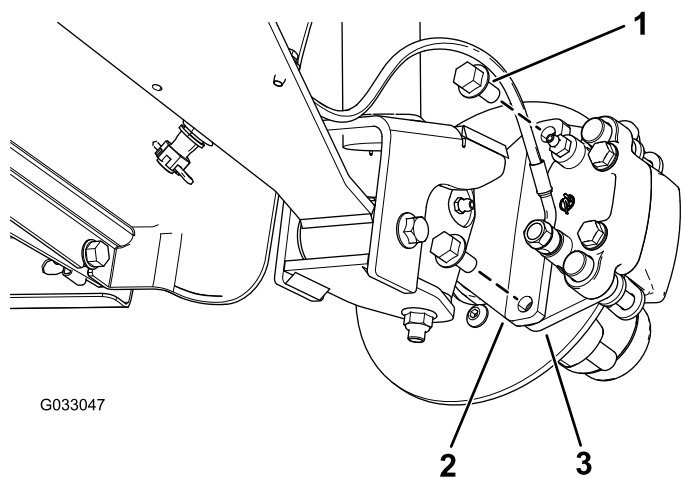
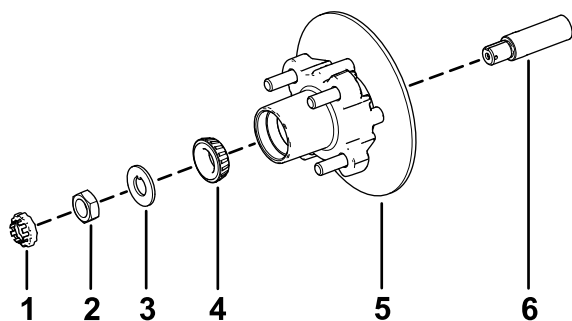

Figura 32
Figura 36
3. Retire os parafusos de cabeça flangeada ($\frac{3}{8} \times \frac{3}{4}$ pol.) que prendem o suporte para o conjunto dos travões ao eixo e afaste o travão do eixo (Figura 32).
1. Aplique uma leve camada do lubrificante especificado no eixo (Figura 36).
2. Monte o cubo e o rotor no eixo com o rotor interior (Figura 36).
3. Monte o rolamento exterior no eixo e coloque o rolamento na correia exterior (Figura 36).
4. Monte a anilha com patilha no eixo (Figura 36).
5. Enrosque a porca do eixo no eixo e aperte a porca com 15 N·m, enquanto roda o cubo para assentar o rolamento (Figura 36).
2. Alinhe as pastilhas dos travões com cada lado do rotor (Figura 32) e os orifícios no suporte da pinça com os orifícios na montagem dos travões da estrutura do eixo (Figura 36).
3. Prenda o suporte da pinça à estrutura do eixo (Figura 32) utilizando os dois parafusos de cabeça flangeada ($\frac{3}{8} \times \frac{3}{4}$ pol.)